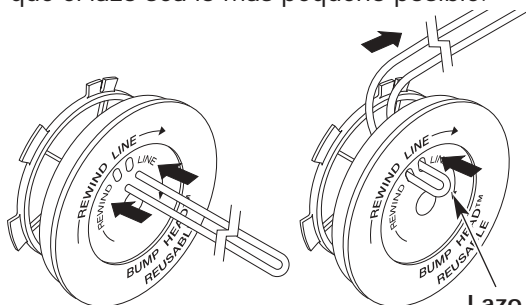

Figure 21
6. Corte aproximadamente 25 pies (7.6m) de nueva línea de corte, luego envuélvala en dos longitudes iguales. Inserte cada extremo de la línea a través de uno de los dos orificios del carrete interior (Fig. 21). Pase la línea a través del carrete interior de modo que el lazo sea lo más pequeño posible.